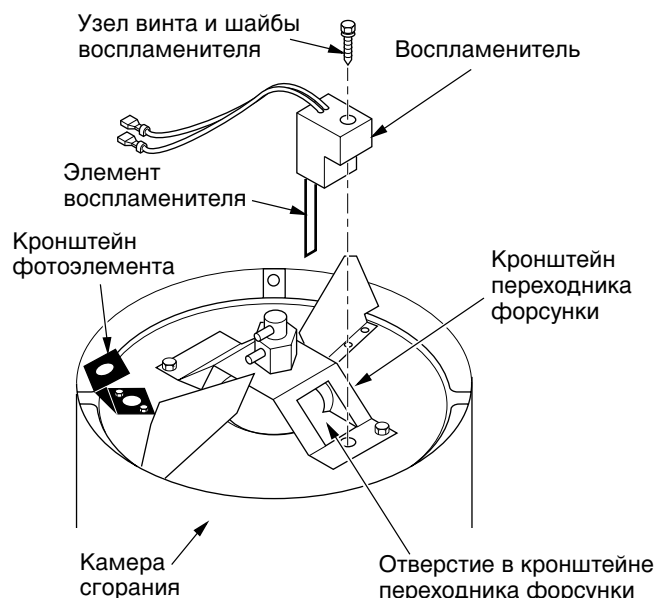

Рис. 12. Установка воспламенителя
6. Извлеките камеру сгорания. Поставьте камеру сгорания на торец кронштейном переходника форсунки вверх (см. Рис. 12).
9. Осторожно вставьте воспламенитель в отверстие кронштейна переходника форсунки. Не ударяйте по элементу воспламенителя. Прикрепите воспламенитель к кронштейну переходника форсунки винтом, пользуясь 1/4-дюймовым гайковертом (см. Рис. 12). Затяните до крутящего момента 0,90 - 1,69 Нм (8 - 15 фунтодюймов). Не затягивайте слишком туго.